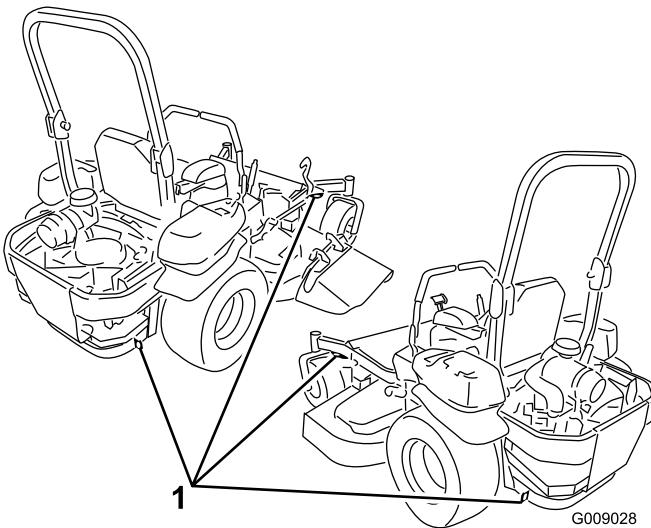

Figura 37
- Utilice los bucles metálicos de amarre de la máquina para sujetar la máquina firmemente al remolque o al camión con correas, cadenas, cables o cuerdas (Figura 37).